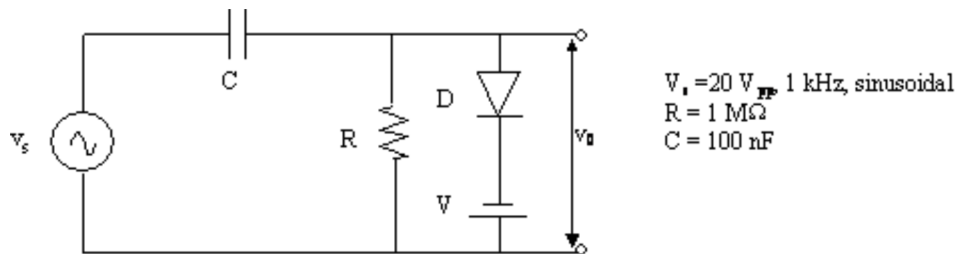

Figura 9. Fijador de nivel.
3. Realizar un circuito fijador de nivel polarizado negativamente, siguiendo la figura 9, tal que cumpla que el nivel mayor alcanzado por la señal de salida sea de -4 V .